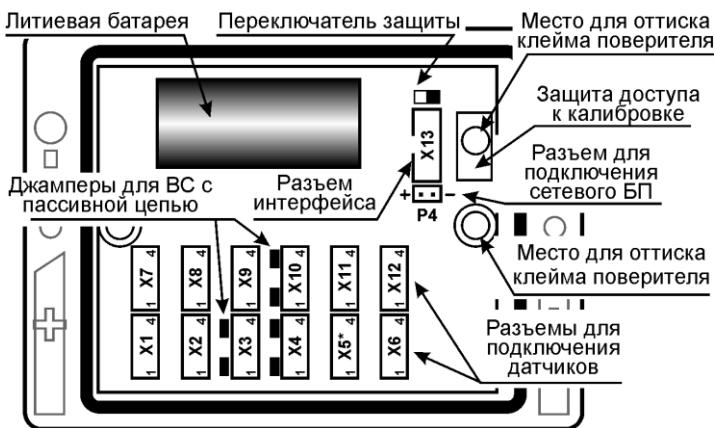
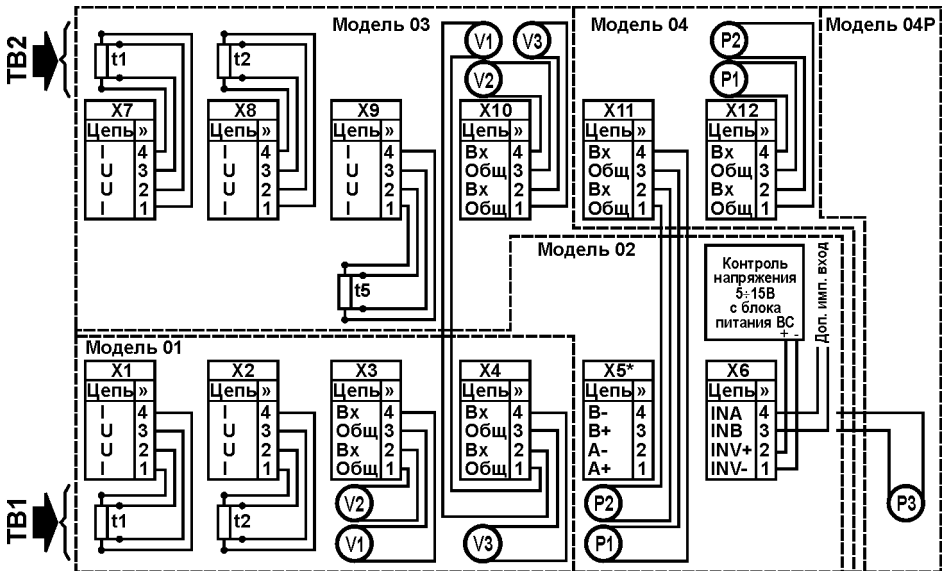

Рис. 5.3 – Вид снизу на снятую крышку ВКТ-7
Рис. 5.4 – Схема подключения датчиков к разъемам ВКТ-7
Контроль наличия сетевого питания в вычислителях организован путем подачи напряжения 5...15 В на контакты 1 и 2 разъема X6 (рис. 5.4). Вход контроля имеет гальваническую развязку. Максимальное значение тока потребления не превышает 15 мА.
- от блока питания одного из расходомеров (см. схему подключения рис. 5.4);
При установке сетевого блока питания исполнения 02 в качестве сигнала контроля сетевого питания используется непосредственно напряжение питания 3,6 В, подаваемое на разъем Р4 (см. рис. 5.3). Напряжение на разъеме X6 в данном случае игнорируется.
В случае пассивного типа выхода следует установить перемычку (джампер), показанную на рис. 5.3 слева от соответствующего разъема X3, X4 и X10, а при активном – снять ее.
Разъемы для подключения внешних цепей находятся на модуле в верхней части ВКТ-7. Размещение разъемов приведено на рис. 5.3, а схема подключения датчиков – на рис. 5.4. При поставке ВКТ-7 ответные части разъемов и джамперы установлены.
- убедиться, что левее каждого из имеющихся разъемов X3, X4 и X10 установлены джамперы (рисунок 5.3). В противном случае джамперы следует установить, взяв их из состава поставки комплекта соединителей;
- при автоматизированной поверке убедиться, что в вычислителе установлен адаптер RS232 или универсальный адаптер RS485/RS232. В противном случае (установлен адаптер RS485 или Ethernet) следует подключить к разъему X13 (рисунок 5.3) адаптер RS232, взяв его состава поставки комплекта соединителей.